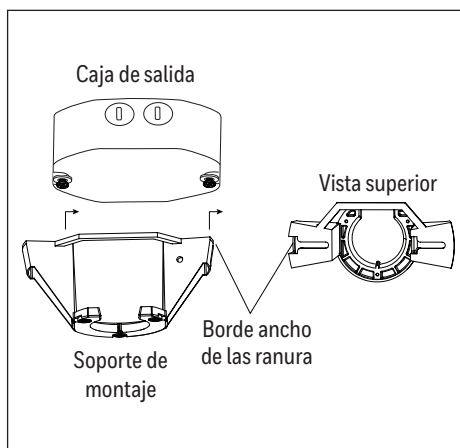

Figura 2.2
2. Si es necesario, preensamble los tornillos y las arandelas incluidos con la caja de conexiones (se vende por separado). Luego, levante el borde ancho de las ranuras por encima de las cabezas de los tornillos y deslice el soporte de montaje hacia la derecha hasta que las cabezas de los tornillos queden completamente encajadas en las ranuras. Apriete los tornillos para fijar el soporte de montaje a la caja de conexiones (Figura 2.2).